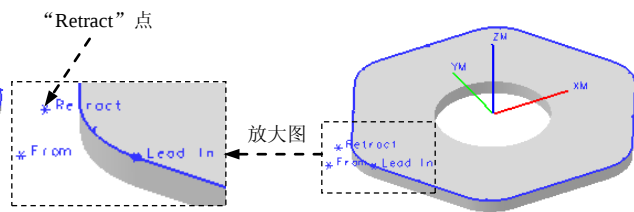

图 8.2.14 “Retract”点
Step4. 指定退刀点。在“移动控制”对话框中单击 ☒ 退刀点 复选框后的 **指定** 按钮，系统弹出“退刀点”对话框。在 **退刀点** 下拉列表中选择“点构造器”按钮 ，系统弹出“点”对话框。在“点”对话框 **XC** 文本框中输入值 -35.0，在 **YC** 文本框中输入值 5.0，在 **ZC** 文本框中输入值 0.0，单击 **确定** 按钮，返回到“退刀点”对话框，单击 **确定** 按钮，同时在图形区中显示出“Retract”点，如图 8.2.14 所示。